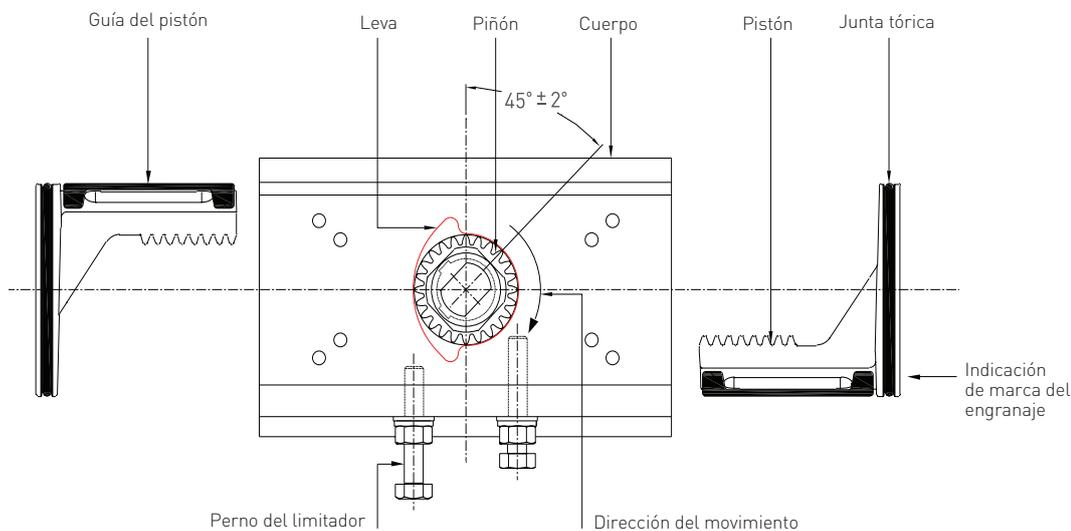

FIGURA 4 (vista superior)
- a. Ajustar el conjunto superior de cojinetes (10) sobre la parte superior del eje del piñón (2) con las juntas tóricas superiores (16) arriba de todo.
- b. Colocar el conjunto del cojinete inferior (11) en la parte inferior del eje del piñón con la junta tórica (17) en la parte inferior.
- c. Colocar la arandela de retención superior (12).
6. A la vez que se procede a esta inserción, colocar la leva del limitador mecánico (5) en la parte superior de la leva del piñón desde dentro del orificio del actuador, y seguir la posición de la chaveta en el eje y la leva del limitador mecánico como se muestra en la figura 4. Acabar con un firme empuje para asegurar su colocación perfecta.
7. Colocar la arandela de retención inferior (13) y el clip interno (25) en la cavidad inferior del cuerpo para situar el conjunto del eje.
8. Colocar las juntas tóricas de cierre (18) sobre los pistones (3), y engrasar la cremallera.
9. Orientar el eje de salida a 45° como en la figura 4.
10. Insertar los pistones completamente con las almohadillas de respaldo (9) con las patas del pistón a la izquierda del orificio cuando se contempla desde el extremo de la junta tórica del pistón (figura 4), hasta que las cremalleras engranen con el piñón, y luego empujar suavemente hacia el interior. El actuador queda ahora en la posición completamente cerrada, y la indicación del eje debería estar en -5 grados [apuntando ligeramente a la derecha].
12. Insertar el perno del limitador mecánico derecho (cierre) (21) junto con la junta tórica (19), la arandela (14) y la tuerca de seguridad (23) hasta que el perno contacte con la leva del limitador mecánico. Apretar la tuerca de seguridad.
14. Insertar el perno del limitador mecánico izquierdo (abierto) (21) junto con la junta tórica (19), la arandela (14) y la tuerca de seguridad (23) hasta que el perno contacte con la leva del limitador mecánico. Apretar la tuerca de seguridad. Es necesario verificar la posición de los pernos del limitador mecánico después del montaje de la válvula, y proceder al ajuste en caso necesario.
15. Ajustar las juntas de las tapas de los extremos (20) a las tapas de los extremos (4) untándolas ligeramente con grasa.